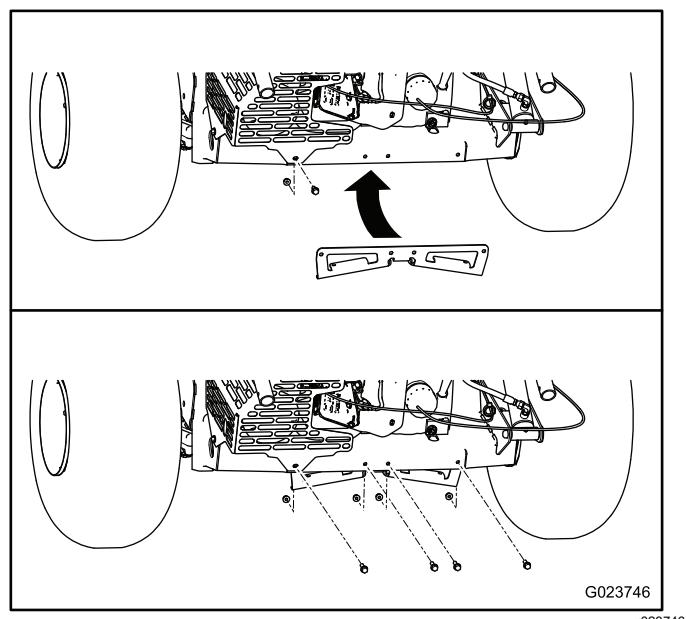

図 14
1. マフラー・シールドを機体後部に固定しているナットとボルトを外す図 14。
3. フレームブラケットをボルト5/16 x 1 インチ4本とフランジロックナット5/16 インチ4個で固定する図 14を参照。